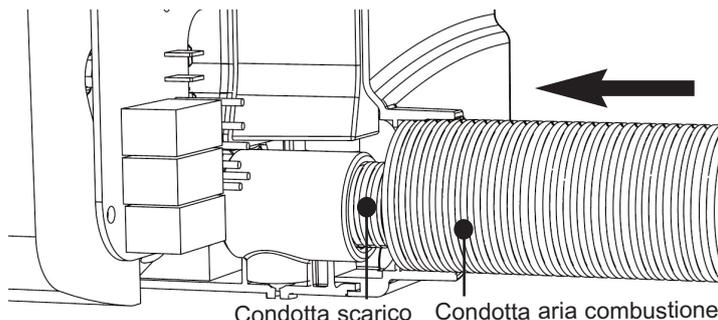

Fig. 22 Collegamento aria combustione
- ii. Adattare la condotta dell'aria di combustione allo scaldacqua facendola scivolare sulla condotta di scarico e collegarla allo scaldacqua (vedere la Fig. 22).